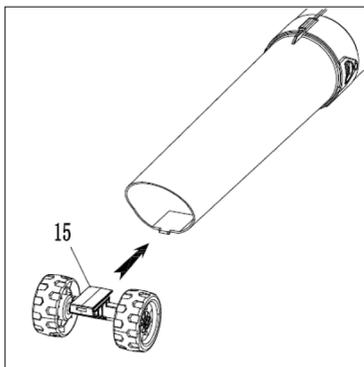

Abbildung 7
- Montieren Sie die Rollenbaugruppe (Abb. 7 / Position 15) auf das vordere Saugrohr.